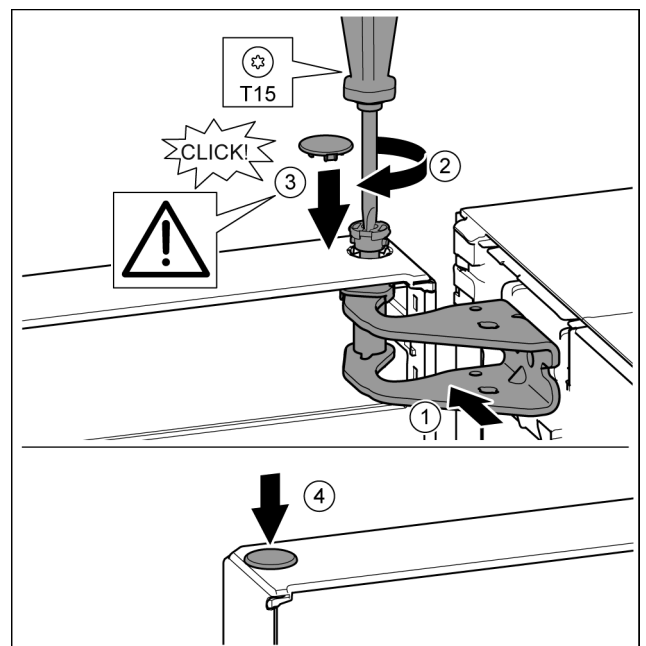

Fig. 21
- Tür oben zur Öffnung im Lagerbock ausrichten. Fig. 21 (1)
- Bolzen einsetzen und mit Schraubendreher T15 festschrauben. Fig. 21 (2)
- Sicherungsabdeckung zur Sicherung der Tür montieren: Sicherungsabdeckung einsetzen und Kontrollieren ob sie auf der Tür aufliegt. Ansonsten Bolzen vollständig einsetzen. Fig. 21 (3)
- Stopfen einsetzen. Fig. 21 (4)